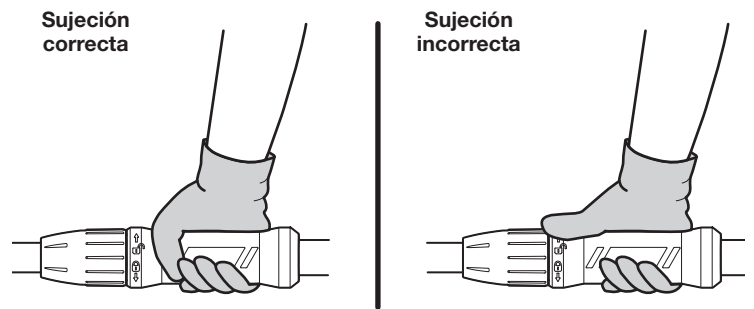

Fig. 12
- Rodee con firmeza la empuñadura del eje y la empuñadura de la pértiga con los pulgares y dedos (Fig. 12). Esto reducirá la posibilidad de perder el control de la unidad en caso de que se produzca un retroceso. Cualquier agarre colocando los pulgares y dedos del mismo lado de la empuñadura del eje o de la empuñadura de la pértiga es peligroso (Fig. 12).